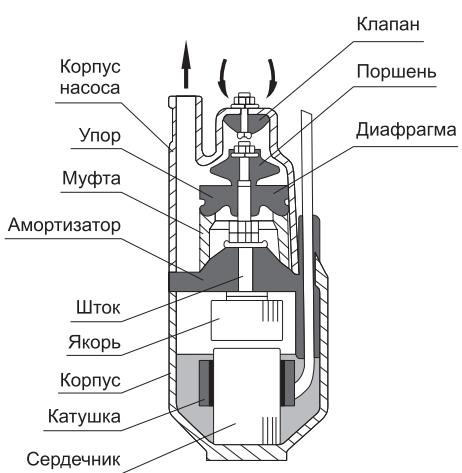

Рис. 1. Модели HB-1, HB-2
6. УСТРОЙСТВО НАСОСА И ПРИНЦИП РАБОТЫ (РИС. 1,2)